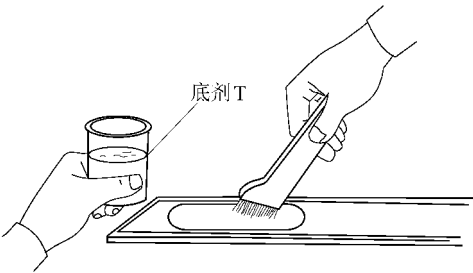

图 17-73 用底剂 T 涂敷嵌条
(4) 用底剂 T 涂敷嵌条。使用刷子对嵌条二端部的冲压成形槽涂敷底剂，如图 17-73 所示。